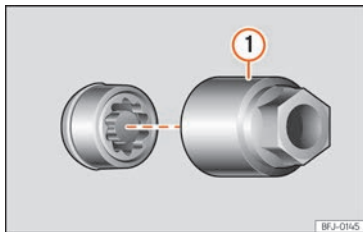

Fig. 195 Tornillo antirrobo de la rueda con capuchón y adaptador.
- Encaje el adaptador especial »» fig. 195 ① (herramienta de a bordo »» pág. 276) en el tornillo antirrobo de la rueda hasta el tope.